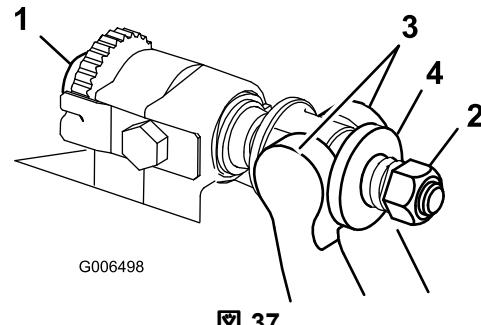

図 37
1. ベッドバー調整ねじを左に回して下刃とリールの接触を完全になくす図 37。
2. スプリングテンションナットをゆるめて、ワッシャーがベッドバーを全く押さないようにする図 37。